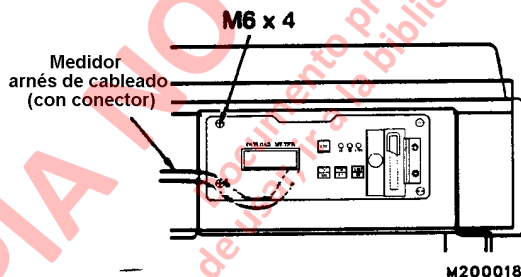

FIGURA 20-7 DESMONTAJE DEL MEDIDOR DE CARGA UTIL
3. Retire los cuatro tornillos de montaje que sostienen el medidor de Carga Util en su posición y luego saque el medidor de Carga Util del panel de instrumentos (Figura 20-7).